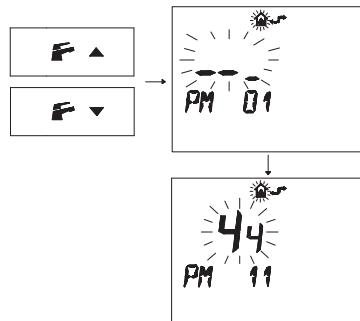

Figura 5.39
- Pulse los botones **▼** o **▲** para visualizar la programación "**PM11**" de la postcirculación de la bomba (Figura 5.39).